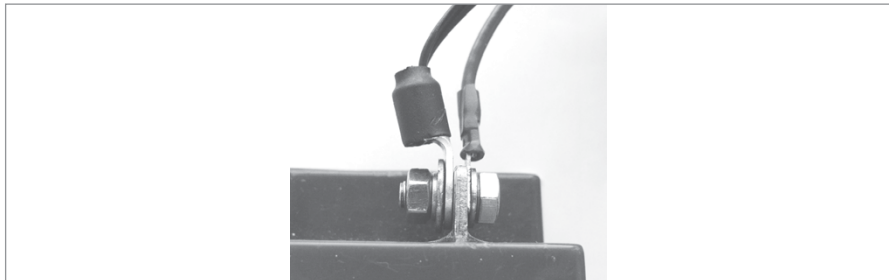

Рисунок 1.
2.13. Если РИП-12 исп.50 (РИП-12-3/17М1-Р-RS) укомплектован термодатчиком с О-образной клеммой, то к положительному выводу батареи подключите провод красного цвета и О-образную клемму термодатчика (Рисунок 1).